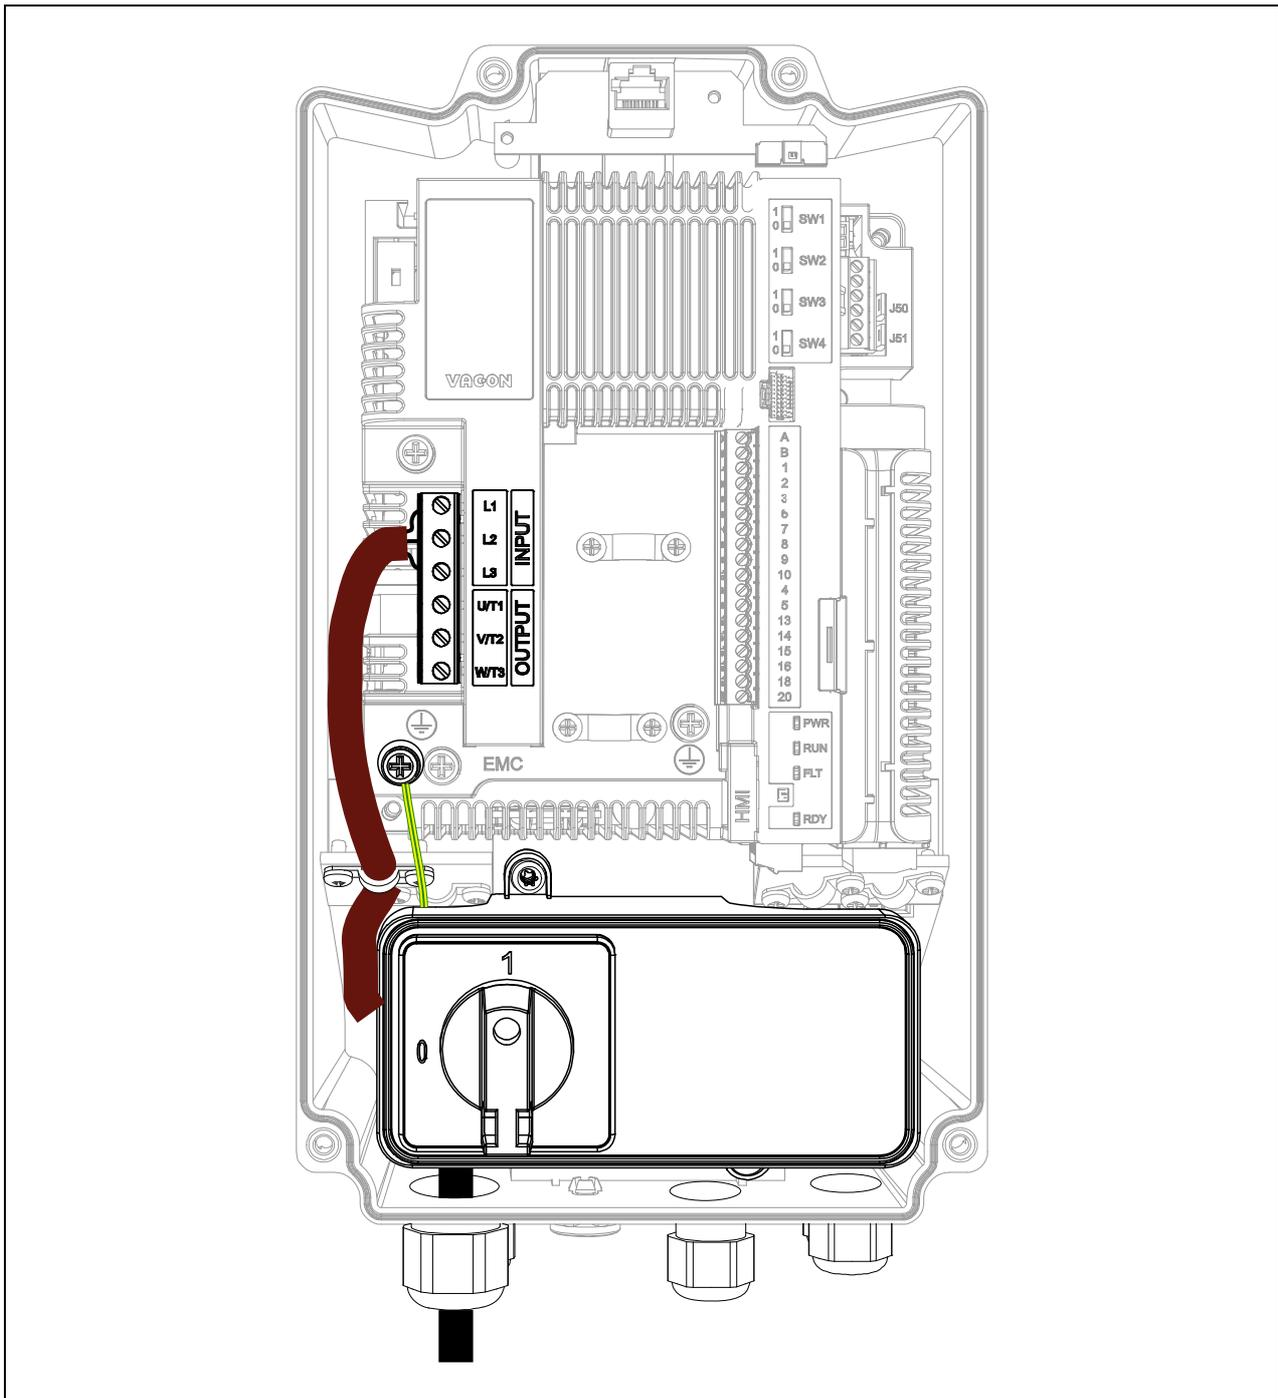

Abbildung 65. Netzschalter mit verbundenen Kabeln (Beispiel MU2 dreiphasig).
- Schließen Sie den GROUND-Leiter an die entsprechende Klemme an (siehe gelb-grünes Kabel in Abbildung 65).